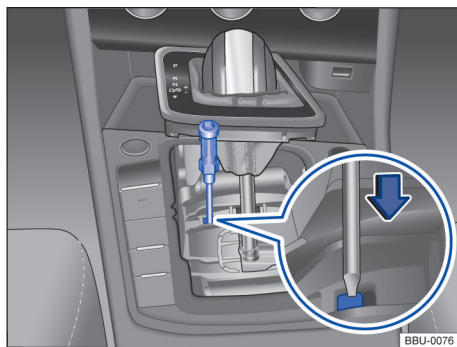

Fig. 118 Destravamento de emergência da alavanca seletora.
- Com a ponta plana de uma chave de fenda, pressione através da ranhura o botão de destravamento, com cuidado no sentido da seta → Fig. 118 e o mantenha nesta posição.